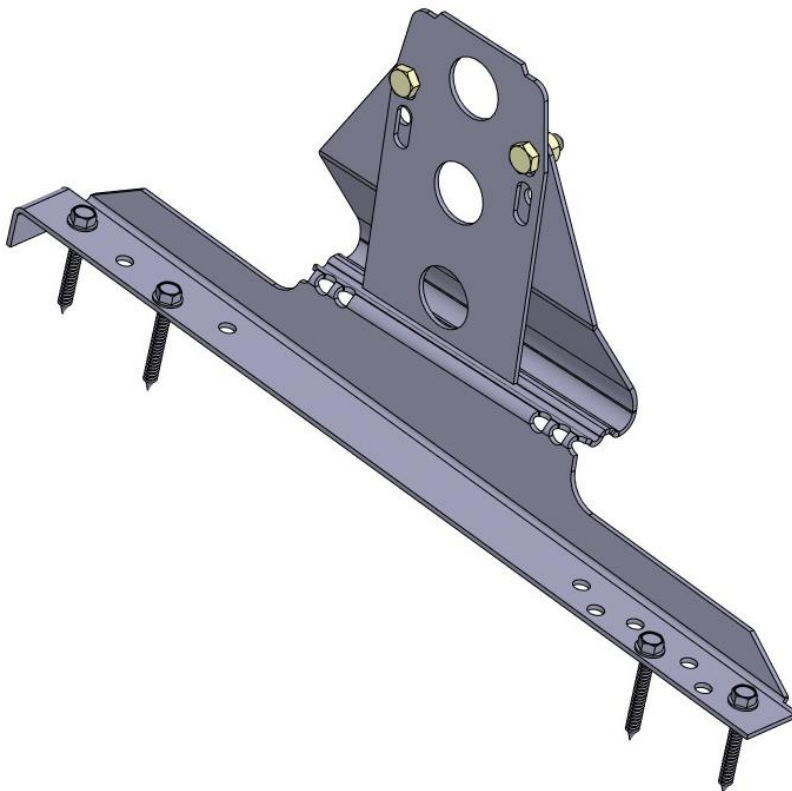

Bild 2
5. Fäst stöden stycke för stycke. Infästning i länkerna med fyra taksäkerhetsskruvar på 7 x 50 mm per stöd (bild 2). Skruvarna bör fästas på minst 15 millimeters avstånd från lätkanten. Märk att snöräcket får nå utöver det närmast kanten belägna stödet högst 100 mm.